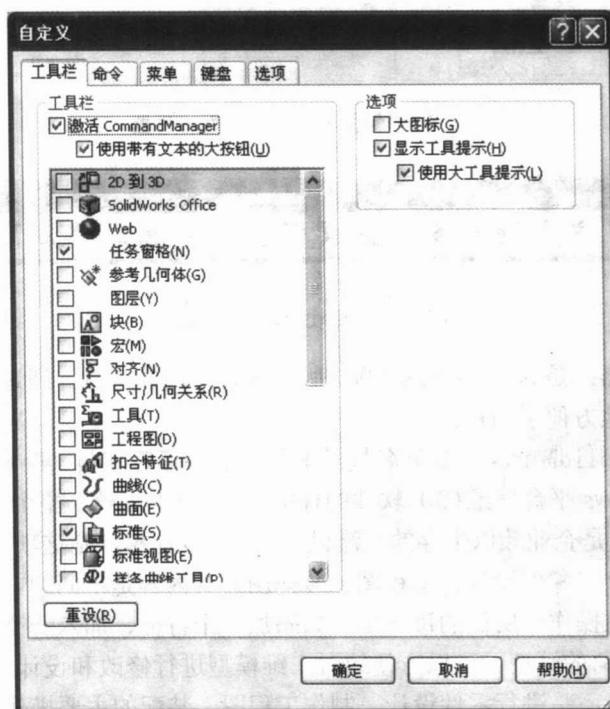

图 1-5 “自定义”对话框的“工具栏”选项卡
- (1) 打开零件、工程图或装配体文件。
- (2) 选择“工具”|“自定义”或在工具栏区域右击，在弹出的快捷菜单中选择“自定义”。则会弹出“自定义”对话框，如图 1-5 所示。